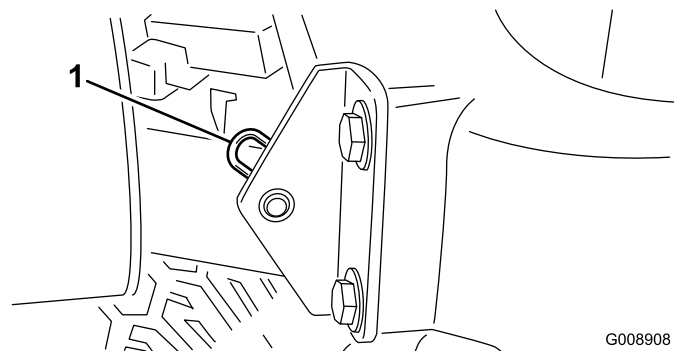

Figura 40
- Retire el pasador que fija el pivote del capó a los soportes (Figura 40).